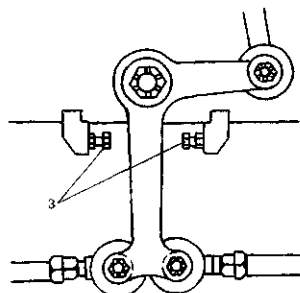

图 3-49 前轮转向角的调整
若经检查，前轮的最大转向角不符合规定要求时，则应进行调整，其调整方法如图 3-49 所示。只要根据需要转动转向中央杆的两个止动螺栓③，来改变止动螺栓的长度，即可达到改变前轮最大转向角的目的。